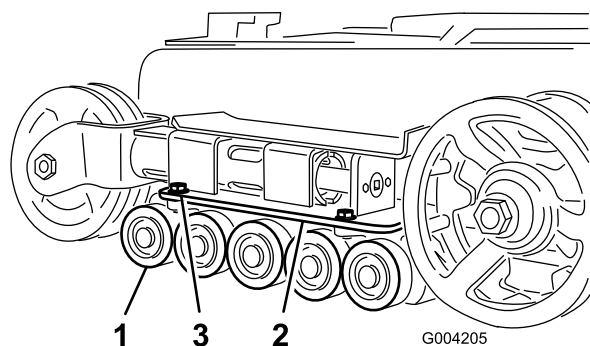

Figura 42
2. Retire los 4 pernos que sujetan cada guía de oruga inferior, que contienen las ruedas de rodaje, y retírelas (Figura 42).